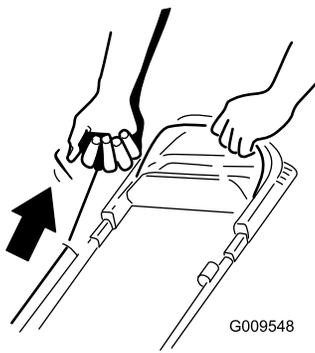

Figure 21
2. Tirez sur la poignée du lanceur (Figure 21).
Remarque: Tirez la poignée du lanceur lentement jusqu'à ce que vous sentiez une résistance, puis tirez vigoureusement (Figure 21). Laissez le lanceur se rétracter lentement jusqu'à la poignée.